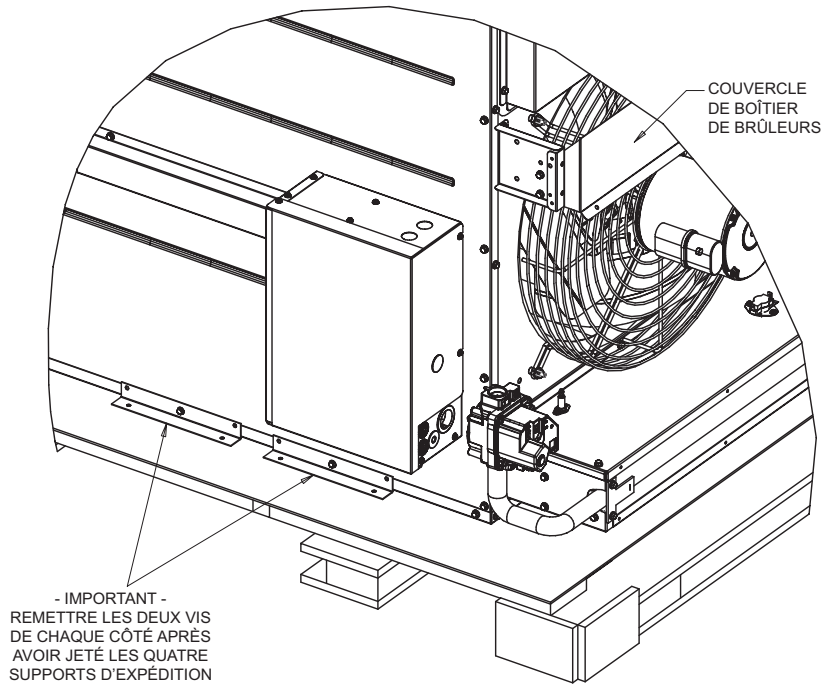

FIGURE 2
- 8 - Enlever et jeter les pattes d'expédition. Remettre les quatre vis de chaque côté. Voir Figure 2.